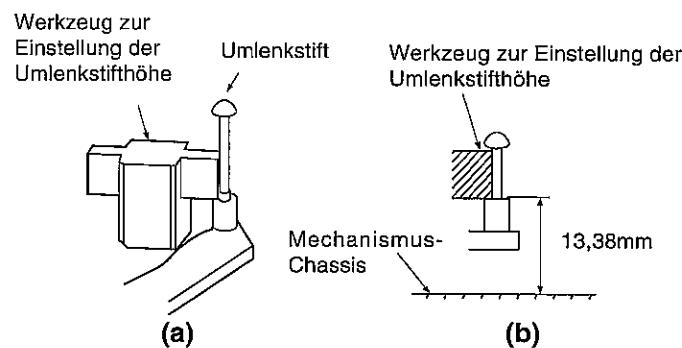

Abbildung 4-28.
1. Bei eingefädeltem Band mit dem Umlenkstift-Höheneinstellwerkzeug die Höhe vom Mechanismus-Chassis zum unteren Flansch des Umlenkstifts auf 13,38 mm einstellen. (Siehe Abbildung 4-28(a)(b).)